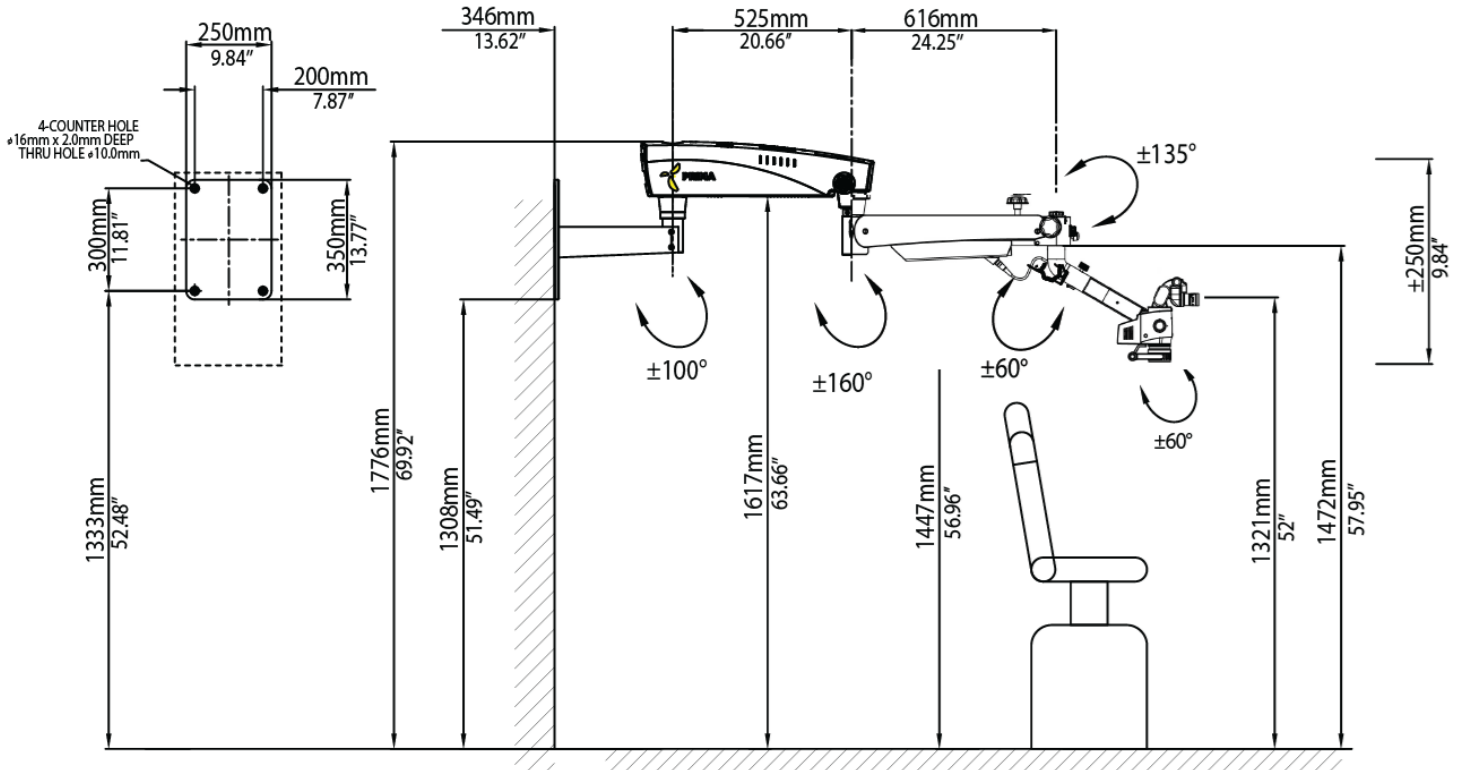

Figura 13a
- DO. Distancia desde el piso: consulte la altura adecuada según la configuración solicitada en la Figura 13a.